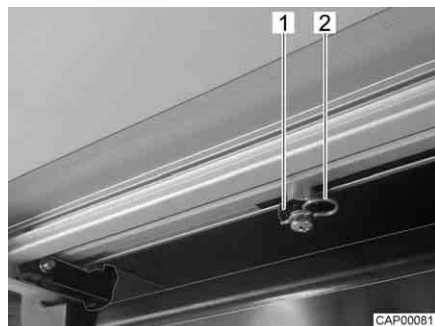

Fig. 12 Asta di azionamento (scalino di ingresso)
- Sul lato inferiore dello scalino di ingresso, estrarre le due clip di sicurezza (Fig. 12,2) che si trovano sulle aste di azionamento (Fig. 12,1).